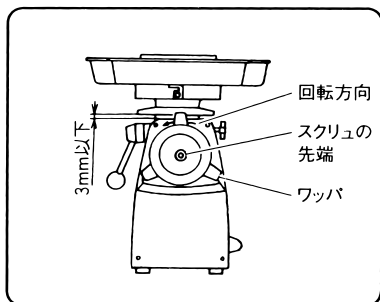

図 8
電源スイッチのレバーを「入」側にし、運転スイッチを押すとスクリュウ、ナイフが回転します。スクリュウの先端が図8の矢印の方向（反時計方向）に回転するのが正常です。LCM22(S)の場合、運転スイッチ以外にフットスイッチでもスクリュウ、ナイフの回転、停止ができます。もし逆回転する場合は、電源スイッチのレバーを「切」側にし、コードの赤線（R相）と黒線（T相）をつなぎかえてください。
- **注** ホッパは本体に確実に取付けてください。ホッパの取付けが確実にないと（図8参照）運転スイッチを押しても運転できません。